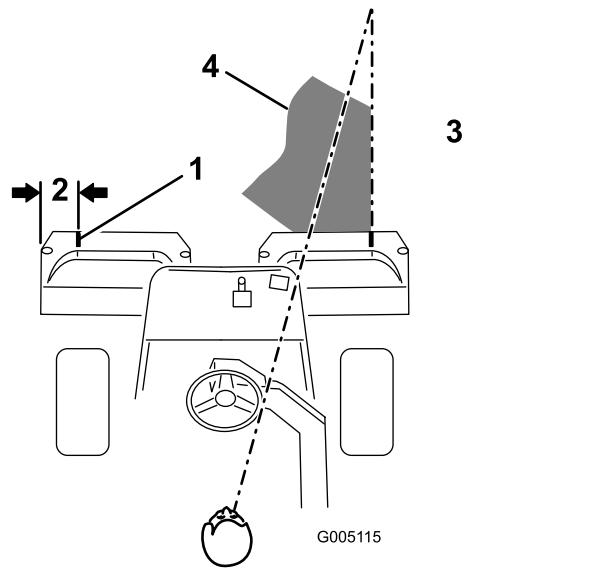
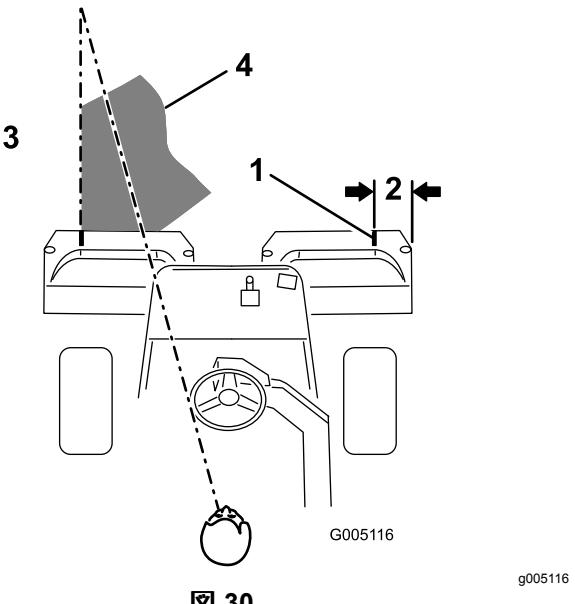

図 29
図30
2. その位置に白色テープか白ペンキで集草箱の縁と平行に目印を入れる図 29。
- んでいる列にラインを合わせるようにするのがコツです図29および図30。ハンドルを目印にして距離を合わせても良いでしょう。その場合、ハンドルの縁と本機前方の目標ラインとを重ねて見ながら運転します(図29と図30)。